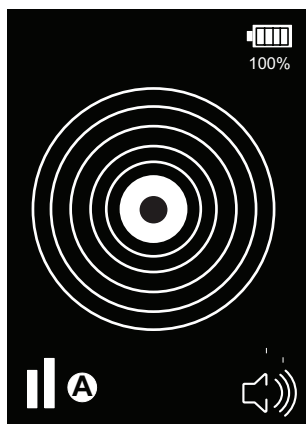

Fig. 7: Pantalla de indicación de alarma
5. Si se detecta refrigerante, el sonido aumentará en frecuencia y tono y la pantalla mostrará anillos concéntricos que aumentan hacia afuera desde el centro a medida que aumenta la concentración de refrigerante (consulte la Fig. 7).